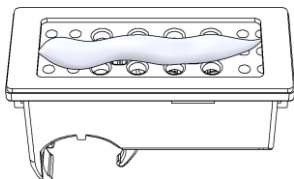

Bild 3. Lagom mängd lim
- 5 Tag bort skyddstejpen från plattan och applicera en lämplig mängd med lim på plattan (innanför ramen) Ev. överskottslim kommer att tränga in i de små hålen, men undvik att ha för mycket lim, se bild 3.